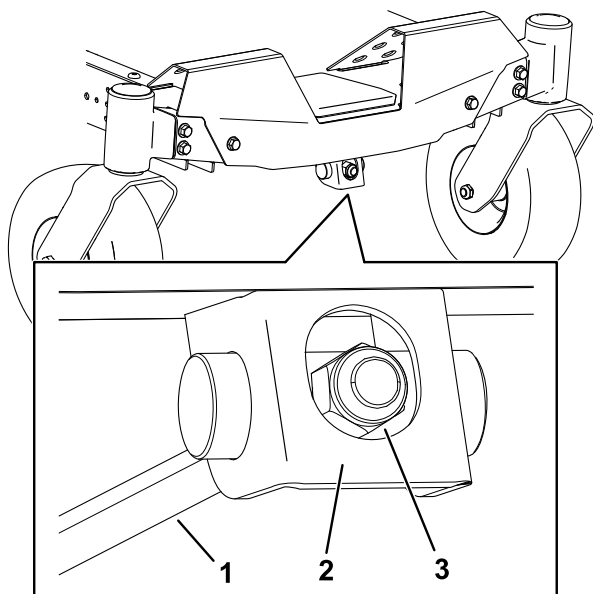

Figura 73
1. Rotii piuliă de reglare de la partea din față a mainii de tuns iarba (Figura 73).